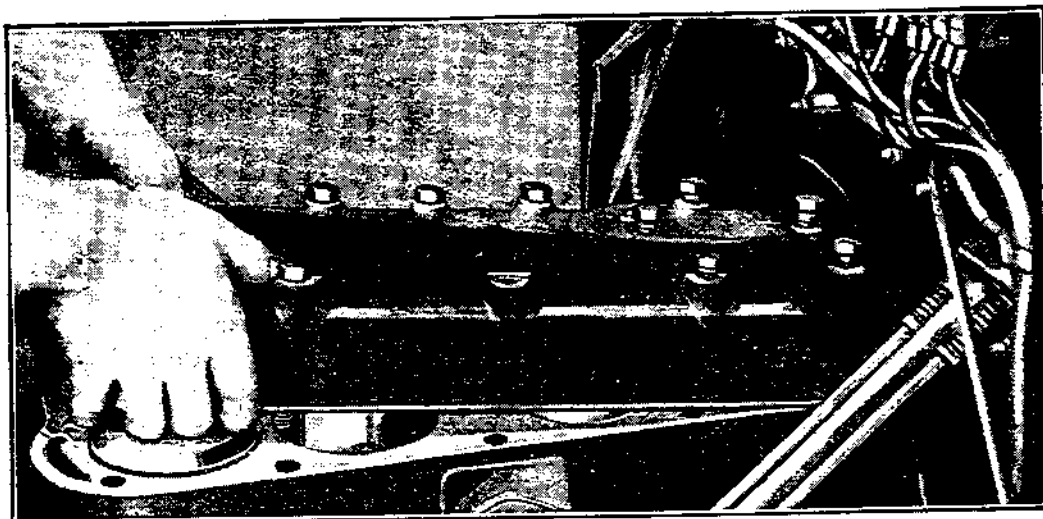

Fig. 227
- c) Mettre la culasse en place sur les cylindres. (Voir fig. 227.)